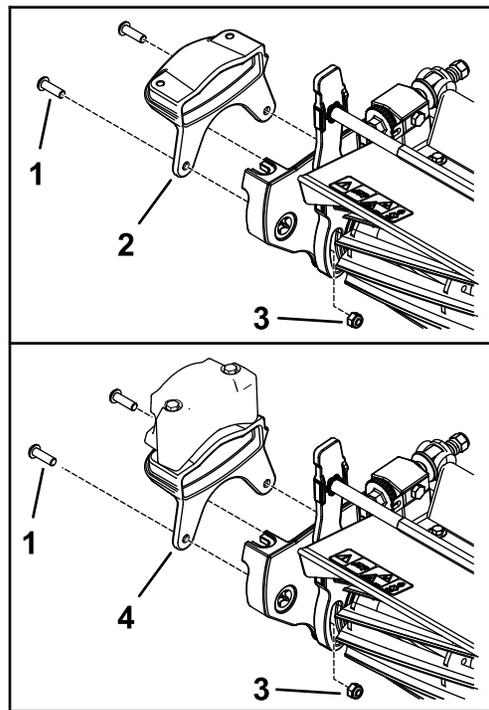

图10
1. 如图10所示用 2 个螺栓 5/16 英寸和 2 个螺母 5/16 英寸将新配重块固定到滚刀组侧面。
4. 将疏草刀驱动箱添加到滚刀轴上图10。